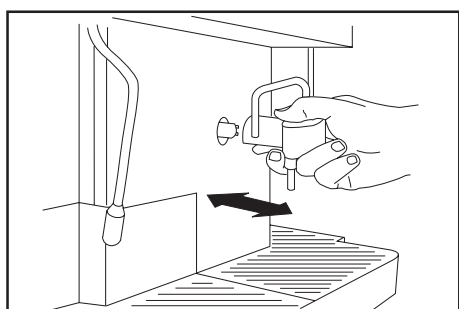

Fig. 12
- **Distributeur de boissons:** ôter le distributeur en le tirant délicatement vers l'extérieur (fig.12), le démonter, le laver à l'eau tiède et le remettre en place.